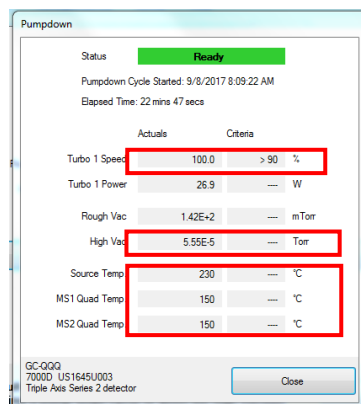

Figura 10. Parámetros del espectrómetro de masas.
8.2.14. Verificar los parámetros del espectrómetro de masas, velocidad turbo (Turbo 1 Speed, 100 %), alto vacío (*high vacuum*, entre 1×10^{-5} - 5×10^{-5} Torr), las temperaturas de la fuente de ionización (*Source Temp*, 230 °C) y los cuadrupolos (MS1 *Quad temp*, 150 °C y MS2 *Quad Temp*, 150 °C), como se muestra en la **Figura 10**. Estos parámetros también pueden ser observados en el **INSTRUMENT CONTROL** del *MassHunter Data Acquisition*. Espere aproximadamente 2 horas hasta que el espectrómetro de masas alcance el equilibrio térmico.